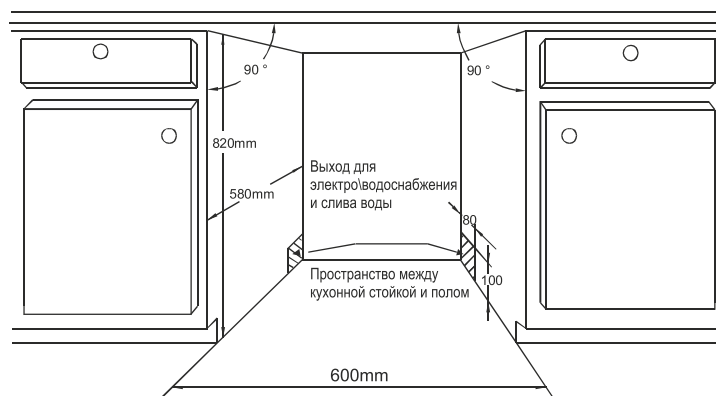

Рисунок 2
2. Если машина устанавливается в углу комнаты, оставьте немного места (см. Рис.2), чтобы оставалось пространство для открытия дверцы.